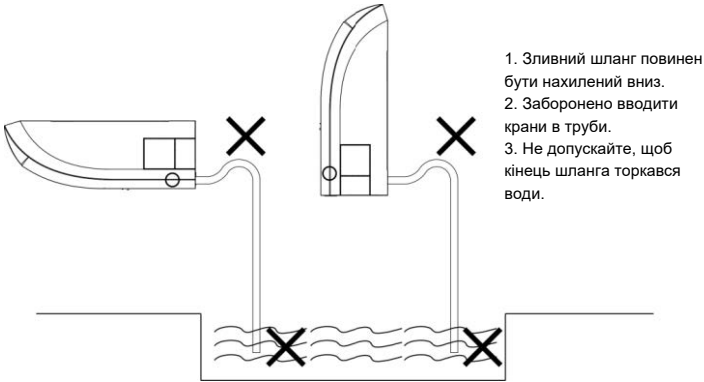

рис. 20
- (4). Під'єднайте зливний шланг. (Рис. 20)